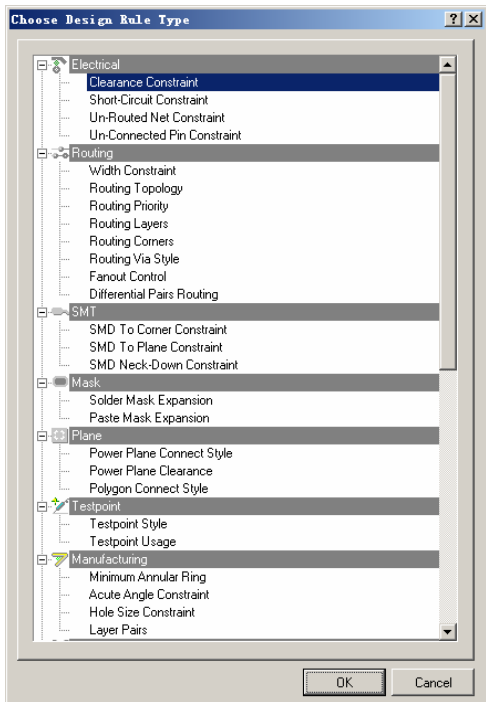

图 8.5 “Choose Design Rule Type”对话框
(1) 在规则编辑器左侧的树形列表中选择需要导出的规则，本例中选择设计规则“Clearance”。
(2) 在该规则上单击鼠标右键，在弹出的菜单中选择“Export Rules...”命令，打开如图 8.5 所示的“Choose Design Rule Type”对话框。